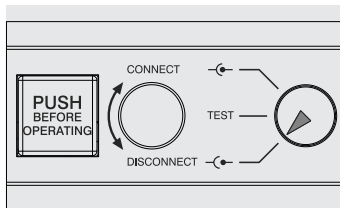

Figure 101
- disjoncteur en position débroché (voir Figure 101)